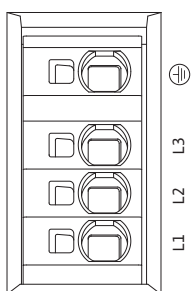

Fig. 33: Teljesítménykapcsok (hálózati csatlakozókapcsok)
- Teljesítménykapcsok (hálózati csatlakozókapcsok) (Fig. 33)